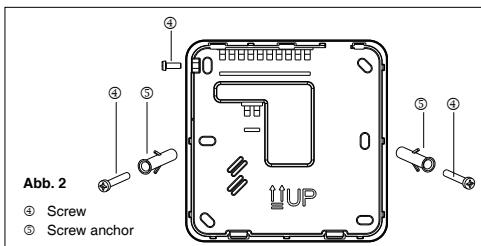

Abb. 2
- Entfernen Sie die Feststellschraube oben links, um die Einheit von der Steuerung zu trennen (Abb. 2). Sichern Sie die Einheit an der Wand und markieren Sie die Bohrlöcher.
• Verschließen Sie nun die Abdeckung der Steuerung mithilfe der anfangs gelösten Schrauben (Abb. 2).